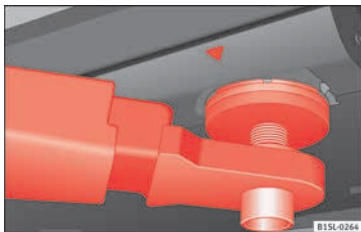
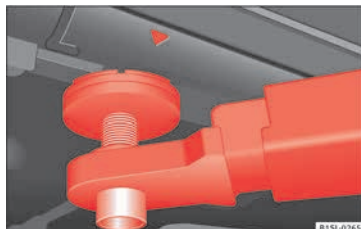

Fig. 158 Points d'appui avant pour lever le véhicule avec un pont-élévateur ou un cric.
Fig. 159 Points d'appui arrière pour lever le véhicule avec un pont-élévateur ou un cric.
Pour lever le véhicule, vous devrez uniquement utiliser les points indiqués dans les figures » fig. 158 et » fig. 159. Si le véhicule n'est pas levé par les points indiqués, cela peut provoquer des dommages » et de graves blessures » ⚠.
- Pour lever le véhicule, vous devrez uniquement utiliser les points indiqués dans les figures » fig. 158 et » fig. 159. S'il n'est pas levé par les points indiqués, il pourrait tomber du pont-élévateur lors de la réalisation d'opérations de dépose du moteur ou de la boîte de vitesses, par exemple.